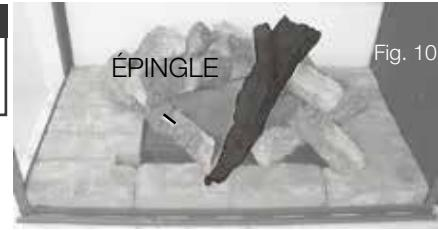

Fig. 11
12. Placez bûche #11 sur l'épingle en bûche #1, il devrait se reposer sur la base de protection à la côté gauche (**Fig.11**).